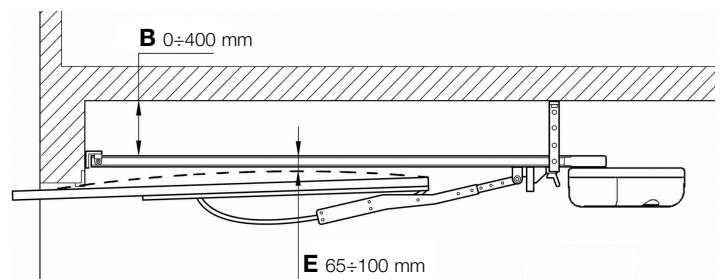

Abbildung 9
- Prüfen, dass das Maß [E] in Abbildung 9, bzw. der Mindestabstand zwischen oberer Führungsseite und Höchstpunkt, der von der oberen Torkante erreicht wird, einen Mindestwert von 65 mm und einen Höchstwert von 100 mm hat. Im gegenteiligen Fall kann GD nicht installiert werden.